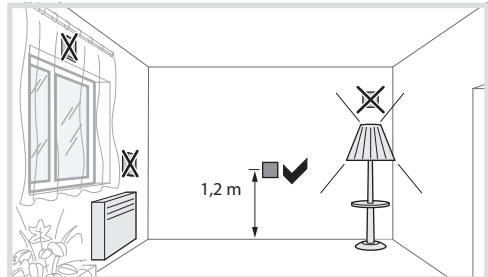

Figura 7: Luogo di montaggio di rilevatori di movimento
- Evitare sorgenti di disturbo nell'area di rilevamento (figura 4). Le sorgenti di disturbo, ad es. corpi caldi, impianti di aerazione e climatizzazione e mezzi luminosi a raffreddamento possono provocare delle attivazioni indesiderate (figura 7).